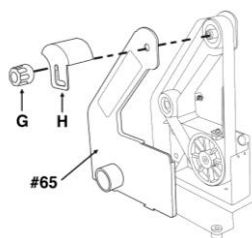

fig. 4
1. Retirez le bouton de verrouillage du garde-courroie (G), puis retirez le garde-courroie supérieur (H) et le couvercle latéral de la courroie (n° 65) (fig. 4).
10. Assemblez le garde-courroie supérieur (H) et le couvercle latéral de la courroie (n° 65) puis fixez-les en place avec le bouton de verrouillage du garde-courroie (G) (fig. 4).